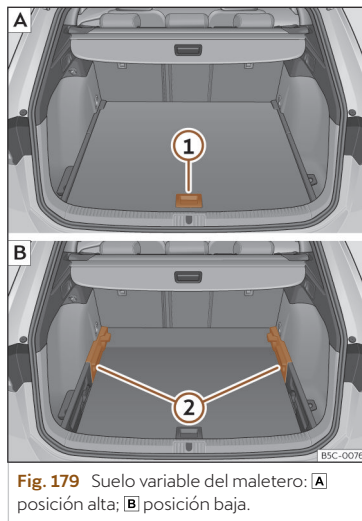

Fig. 179 Suelo variable del maletero: **A** posición alta; **B** posición baja.
- Para pasar de la posición baja a la alta, levante el piso por el asidero >>> **fig. 179 A**, tire de él hacia atrás hasta que la parte delantera del piso rebase totalmente los soportes **2**.
- Para pasar de la posición alta a la baja, levante el piso por el asidero >>> **fig. 179 A**, tire de él hacia atrás hasta que la parte delantera del piso rebase totalmente los soportes **2**.
- Deje caer la parte anterior contra el piso y empuje el piso hacia adelante hasta que haga tope en el respaldo de los asientos posteriores bajando al mismo tiempo el piso con el asidero ①.
- Con el suelo variable en posición alta, levántelo por el asidero >>> fig. 179 ①, tire de él y empuje hacia el respaldo de los asientos posteriores hasta que se doble por la línea de bisagra y la parte móvil del piso repose sobre el mismo.